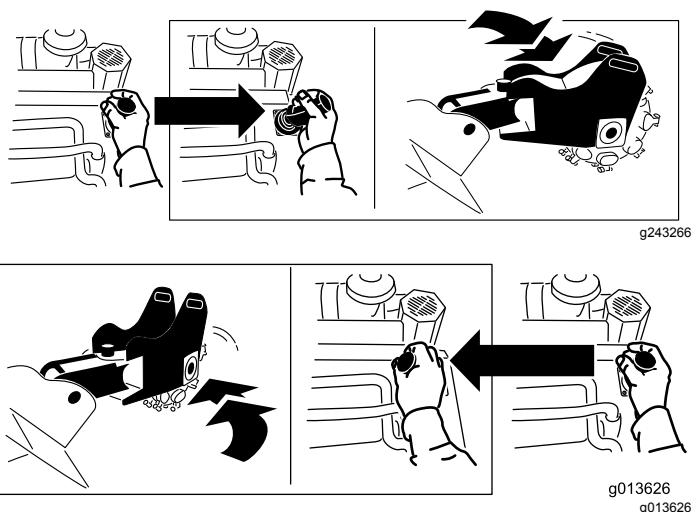

Figure 14
- Pour tourner la rogneuse vers la gauche ou la droite, déplacez le levier dans la direction voulue (Figure 14).